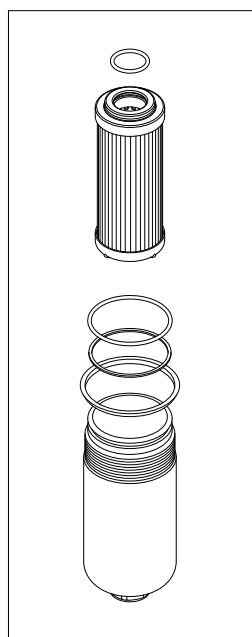

fig. 15
- (Fig. 15) Alloggiare 1°: l'anello antiestrusione e 2°: l'O-ring nella gola del contenitore, inserire l'O-ring nel cerchietto dell'elemento filtrante